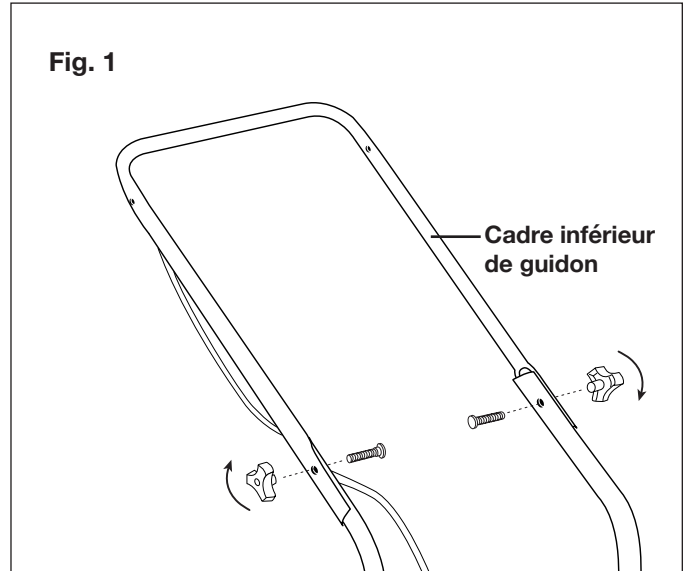

Fig. 1
1. Attacher le cadre inférieur de guidon à la machine à l'aide des boutons et des boulons du cadre inférieur. Serrez les boutons de chaque côté pour bien attacher les cadres de guidon (Fig. 1).